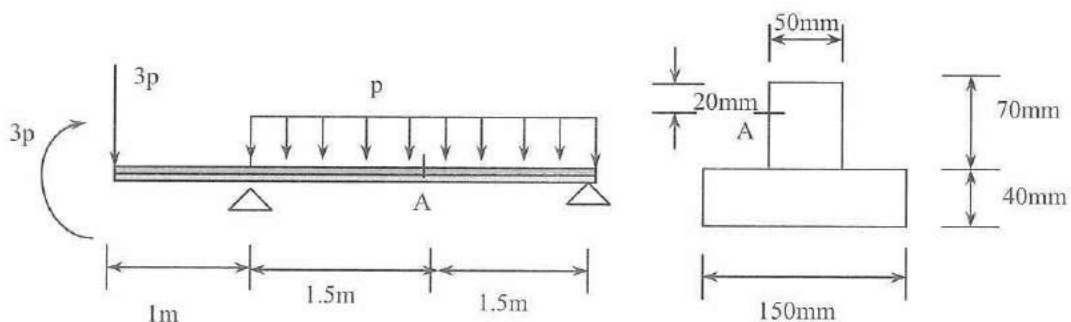

Figura 1 : Viga Simplesmente Apoiada
2. Considere a **Viga Plana Isostática** representada na figura 1, cuja secção recta também se representa e despreze o peso da viga para efeitos dos cálculos subsequentes.